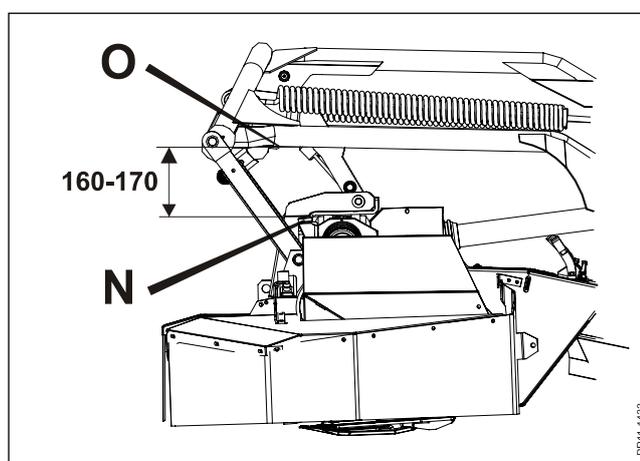

Fig. 2-7
**Fig. 2-7** Sie sollten kontrollieren, dass die Freihöhe zwischen Stopp **N** (auf dem Gestell) und Toprahmen **O** in dem Bereich 160 bis 170 mm liegt. Diese Freihöhe wird von der Fabrik empfohlen, und sie ist notwendig, damit die Maschine dem Boden korrekt während der Arbeit folgen kann, und damit ein perfektes Arbeitsergebnis erzielt werden kann.
Im Abschnitt 2: ANBAU UND PROBEFAHRT ist die von der Fabrik empfohlene Grundeinstellung beschrieben. In diesem Zusammenhang ist es wichtig, dass der freie Abstand zwischen Plaststopp und Toprahmen etwa 160-170 mm ist. Siehe Fig. 2-7.